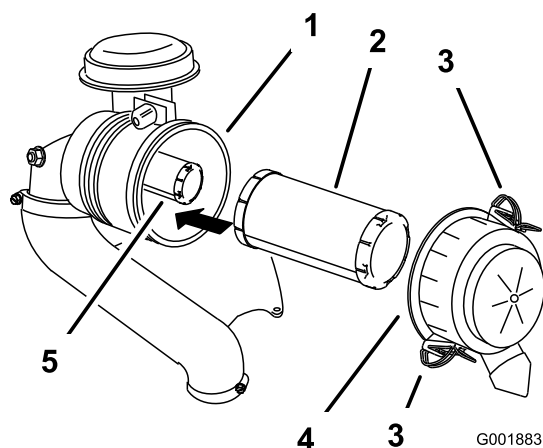

Figura 46
- Abra los cierres del limpiador de aire y tire de la tapa del limpiador de aire para separarla del cuerpo del limpiador de aire (Figura 46).
- Extraiga con cuidado el filtro primario del cuerpo del limpiador de aire (Figura 46).
- Si va a cambiar el filtro interno, deslícelo cuidadosamente en el cuerpo del filtro (Figura 46).
- Deslice cuidadosamente el filtro primario por encima del filtro interno (Figura 46).
- Instale la tapa del limpiador de aire y fije los cierres (Figura 46).